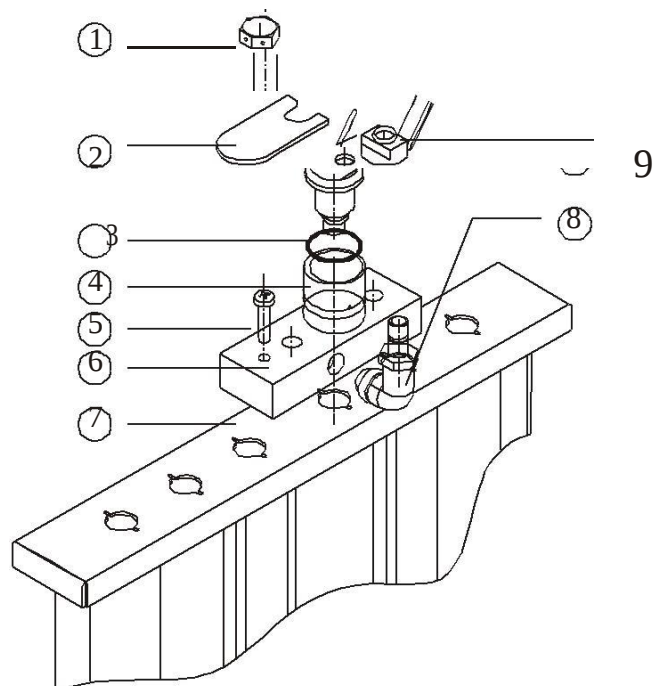

Рис. 2.2 Схема установки инжектора с боковой подачей топлива
5. Установка инжектора с боковой подачей топлива (рис. 2.2)